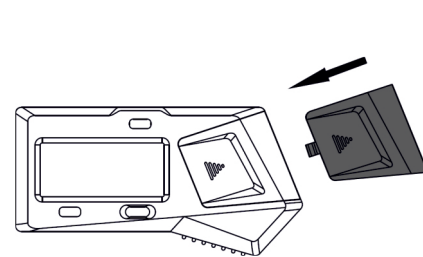

Abb. 3
- » Bringen Sie die Batteriefachabdeckung wieder an (Abb. 3).